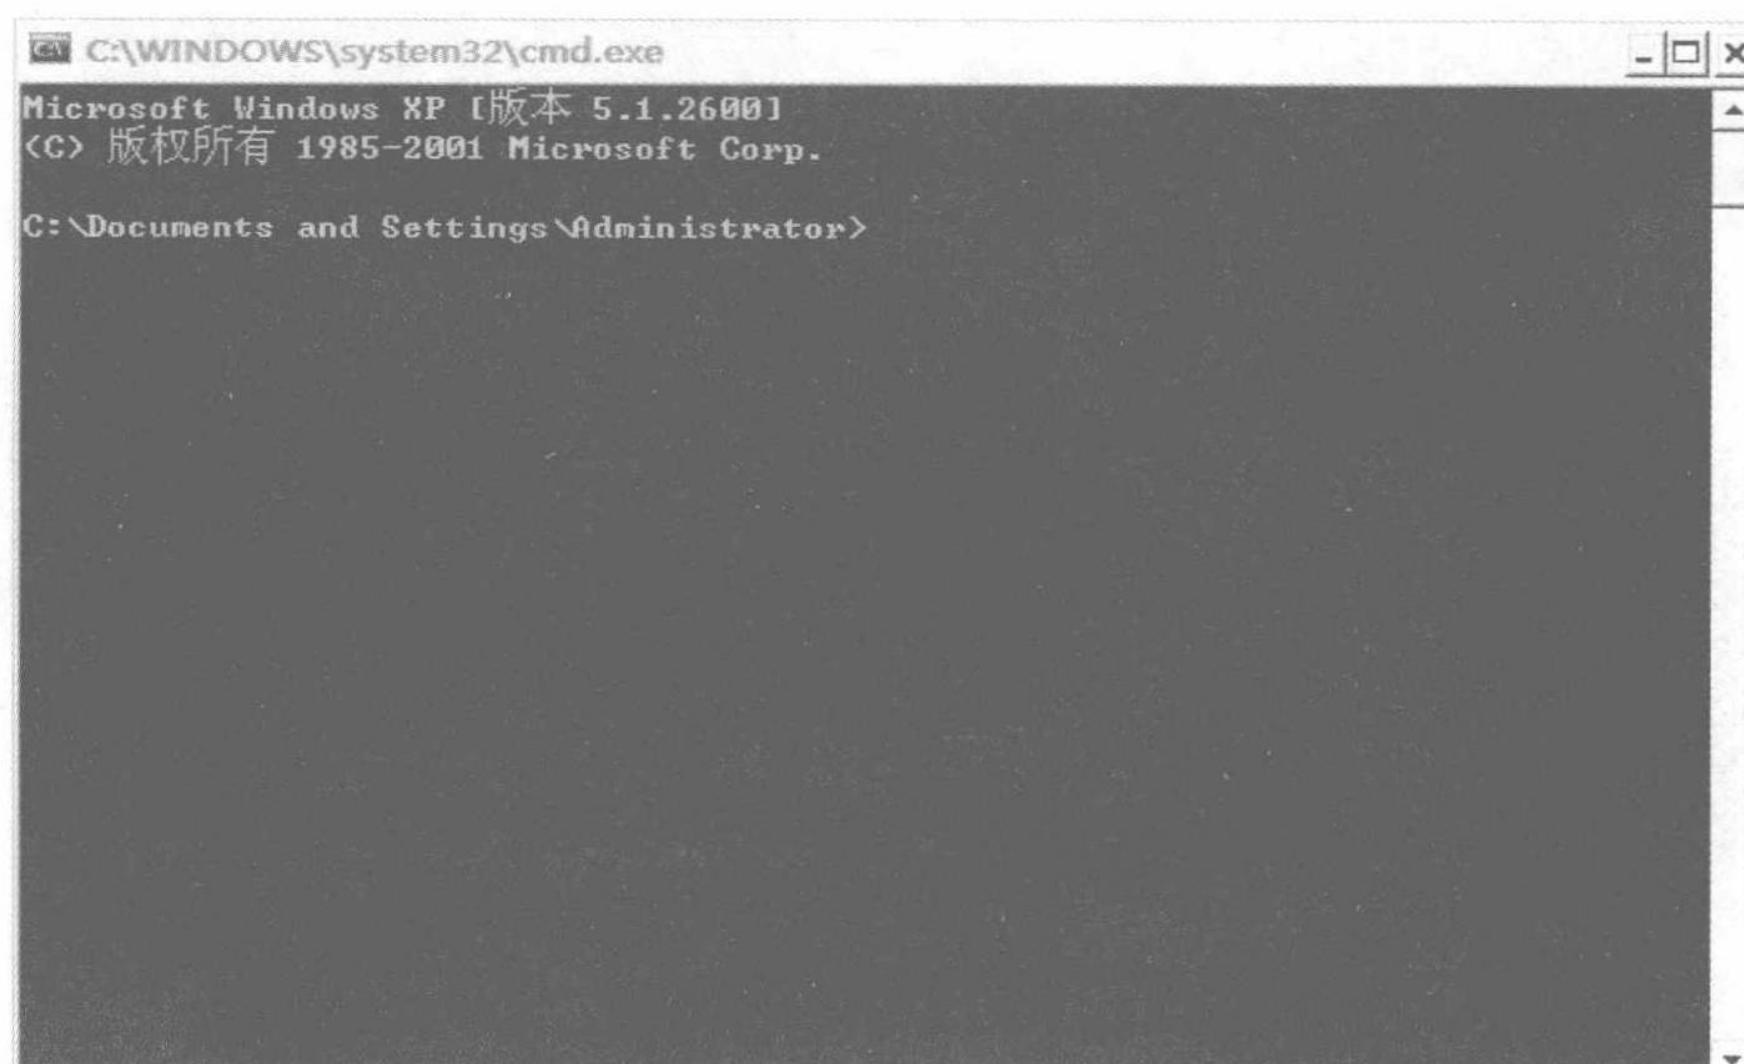

图 1.5 网卡号查找界面
- (1) 授权过程是将光盘路径: quartusii7\Altera-Quartus_V7_Win_Crack 中的 license.dat 文件复制到安装目录下。
- (2) 还有在这个路径下的 sys_cpt.dll 文件复制到安装目录下的 bin 的文件夹里。
- (3) 在开始菜单栏, 选择运行, 输入 cmd, 按回车弹出如图 1.5 所示的对话框。